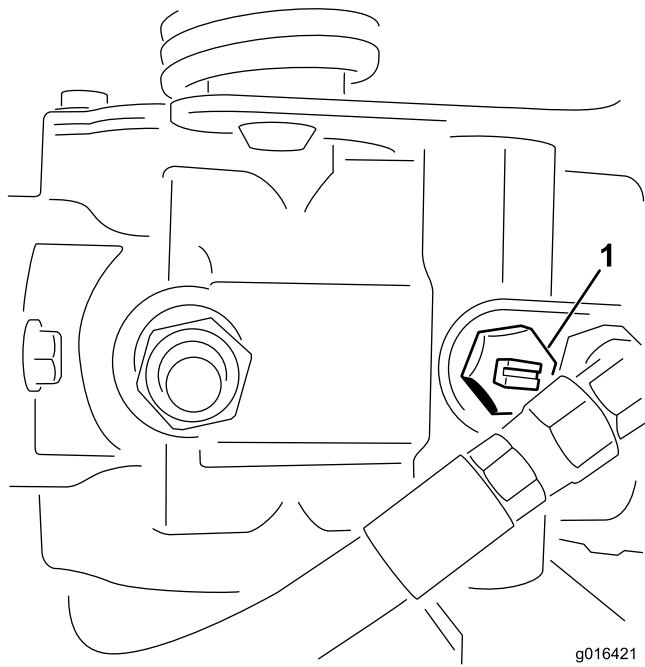

図 32
1. 油圧ポンプについているバイパスバルブ（図 32）の溝が「縦」になるようにバルブを回転させる。
2. エンジンを始動する前に、必ずバイパスバルブを閉じる（溝が横向きになる）（図 32）。